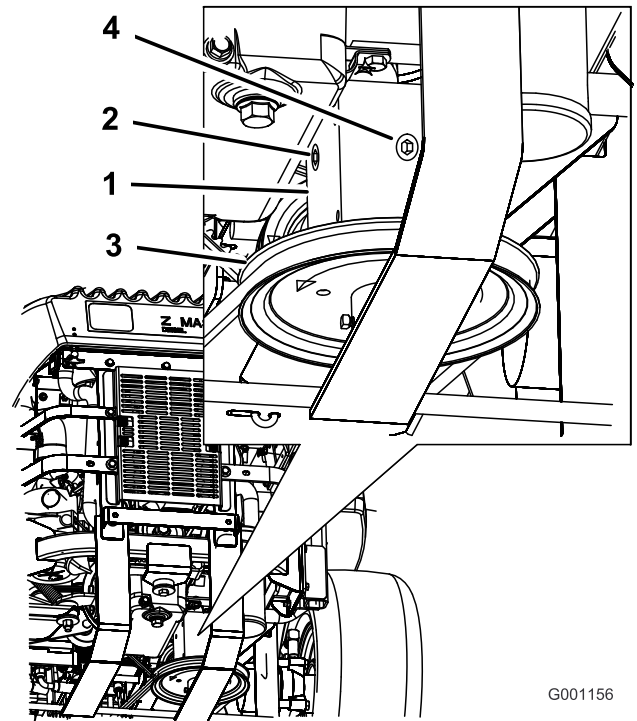

Figure 76
3. Enlevez le bouchon latéral ou arrière du boîtier d'engrenages (Figure 76).